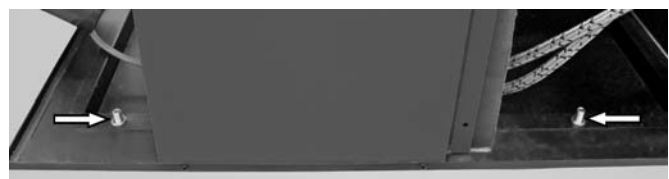

Abb. 6: Einstellung der Stellfüße
- ➔ Richten Sie den Kessel über die sechs Stellfüße aus (s. Abb. 6), so dass er waagrecht steht.